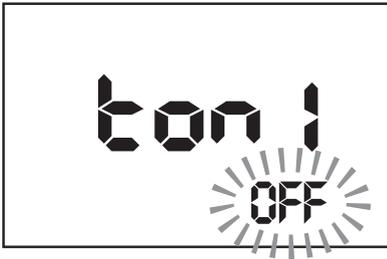

Bild 7.18: Einstellung Geräteparameter
- ▶ Zur Auswahl des gewünschten Geräteparameters drücken Sie die Taste "AUSWAHL" (11), nun wird die aktuelle Einstellung blinkend angezeigt, siehe Bild 7.18.